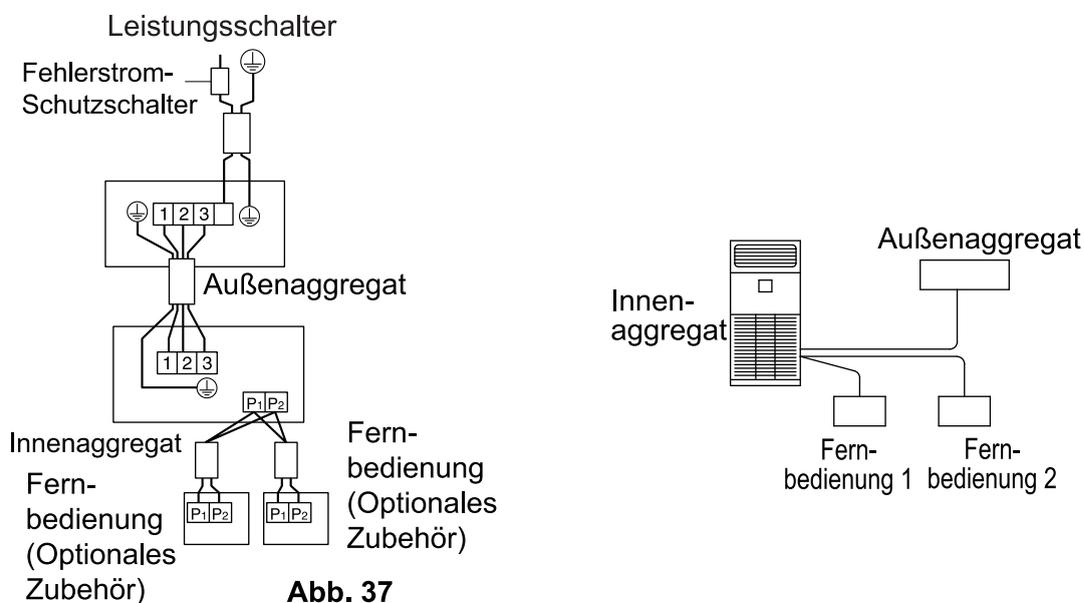

Abb. 37
- **2 Fernbedienungen steuern:** 2 Fernbedienungen steuern 1 Innengerät. (Siehe Abb. 37)
(3) Nehmen Sie die Abdeckung vom Steuerungskasten ab. (Siehe "9. ANSCHLUSS VON KABELN UND VERKABELUNGSBEISPIEL".)
(4) Nehmen Sie die Verdrahtung zwischen der Fernbedienung 2 (Slave) und der Klemme (P1, P2) der Klemmenleiste (X1M) für die Fernbedienung im Schaltkasten vor. (Es gibt keine Polarität.) (Siehe Abb. 37 und Tabelle 3)